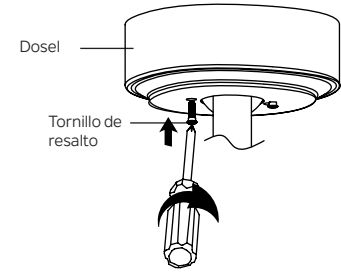

Figura 16
Paso 2. Ensamble el dosel girando la ranura de llave en el dosel sobre el tornillo de resalto en el soporte de montaje. Vuelva a instalar el tornillo de resalto que se quitó anteriormente, luego vuelva a apretar dos tornillos de resalto firmemente. (Figura 16)